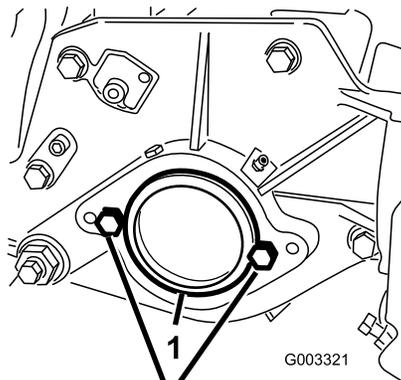

Figura 7
- Sul lato destro dell'apparato di taglio, togliete il tappo in plastica dall'alloggiamento del cuscinetto (Figura 7).
- Togliete le 2 viti a testa cilindrica dalla piastra laterale destra (Figura 7).
- Vite a testa cilindrica (2)
- Montate, senza stringere eccessivamente, le 2 viti di montaggio del motore del cilindro sulla piastra laterale sinistra dell'apparato di taglio (Figura 7).